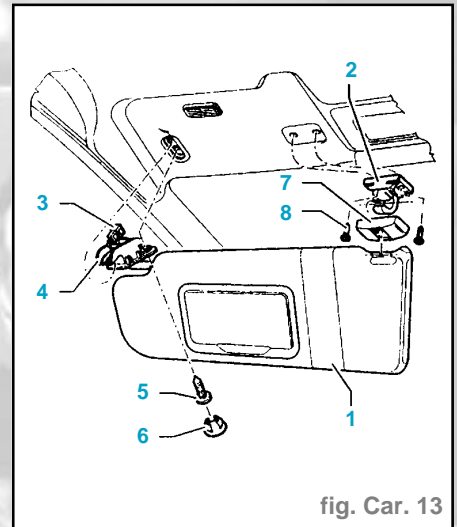

fig. Car. 13
- Décrocher le pare-soleil -1- du palier -2- (fig. Car. 13).